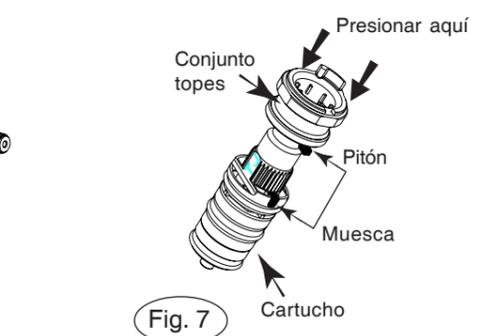

Fig. 7
- Presionar **a fondo** el conjunto de topes sobre el cartucho, ajustando el pitón en la muesca (fig. 7).